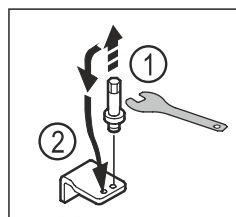

Fig. 14
- ▶ Wykręcić sworznie dolnej płytki zawiasu kluczem imbusowym SW5. Fig. 14 (1)
- ▶ Założyć sworznię po przeciwległej stronie. Fig. 14 (2)